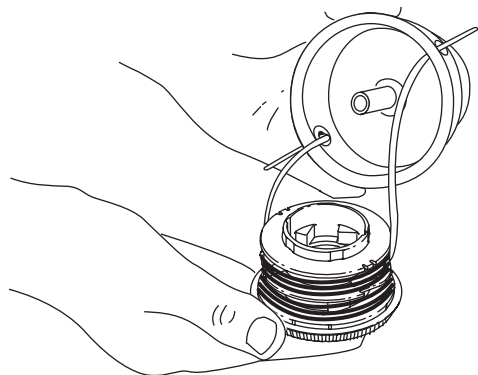

Fig. 19
3. Insérez les extrémités du fil du moulinet intérieur neuf dans les œillets de la bobine extérieure (Fig. 19). Enfoncez le moulinet intérieur neuf, flèche vers le haut, dans la bobine extérieure.